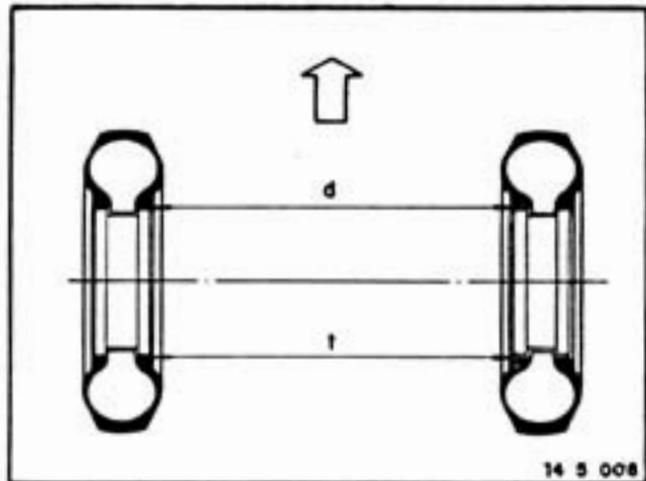

FIGURA 4
5. Medir a distância d , tomada na altura da linha de centro do eixo dianteiro do veículo, conforme mostrado na figura 4 e anotar o valor encontrado.
6. Medir a distância t , tomada na altura da linha de centro do eixo dianteiro do veículo, conforme mostrado na figura 4 e anotar o valor encontrado.
7. Aplicar a fórmula $C = t - d$, onde C = convergência, t = distância entre as bordas traseiras das rodas e d = distância entre as bordas dianteiras das rodas. O valor de "C" deve estar compreendido entre 2 e 4 mm. Ver figura 4.